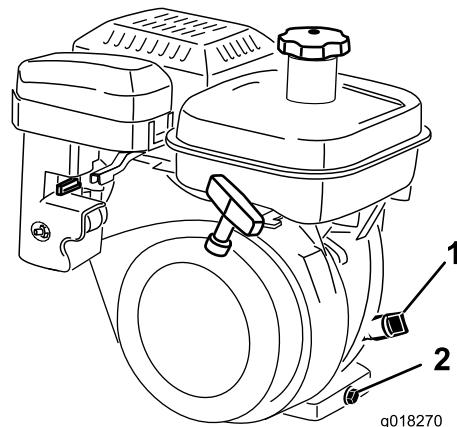

Figura 30
2. Posizionate il tosaerba in modo che il motore sia a livello, e pulite attorno al misuratore del livello dell'olio (Figura 30).
3. Estraete l'asta del livello dell'olio facendola girare in senso antiorario (Figura 30).
5. Rimuovetela e controllate il livello dell'olio. Se il livello è basso, rabboccate soltanto fino a raggiungere la posizione intermedia tra "H" e "L" sull'asta di livello (Figura 30).
2. Collocate una bacinella sotto il tappo di spurgo, dietro la macchina (Figura 30).